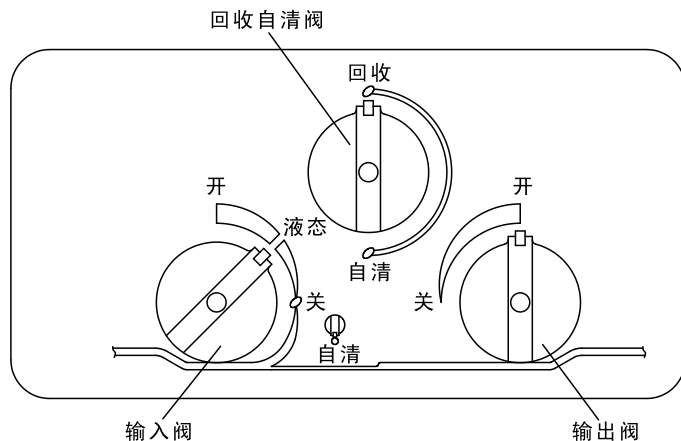

图3 液态回收状态控制阀旋钮位置
- 7、将本设备的输入阀旋至“液态”位置（见图3），此时低压表的压力示值会缓慢上升。